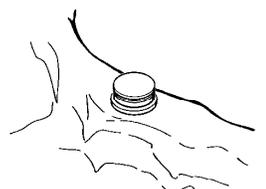

Fig. 6
3. Insertar La “Capsula de Metal LOCATOR” con el macho procesador negro (referencia Zest #8519) en cada uno de los “pilares para implante LOCATOR”, dejando el “Aro Espaciador LOCATOR” debajo de estas. (Fig. 6). El macho de procesamiento negro mantendrá la dentadura en el límite superior de su elasticidad vertical durante el periodo de Procesamiento.